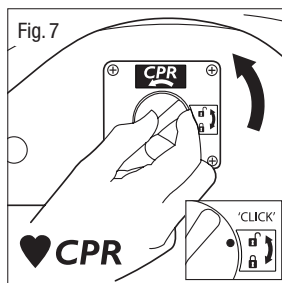

Fig. 7
5.3 Facilitet för HLR (Fig. 7)